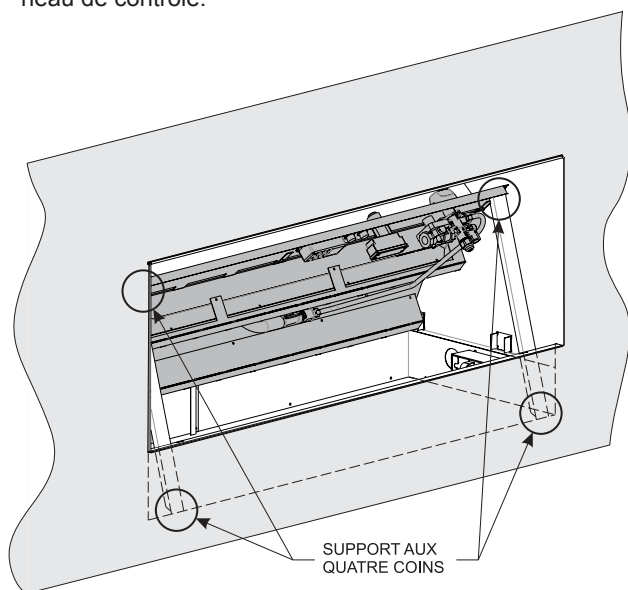

**Figure 18**
9. Retirer les deux vis des coins avant du panneau de contrôle avec un tournevis cruciforme. Voir figure 18.